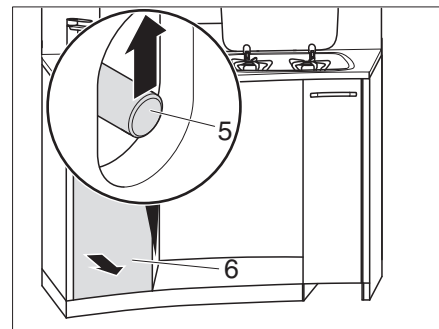

Fig. 129 Desbloquear el cajón superior de la cocina
- Introducir la mano a través de la abertura y empujar hacia arriba la barra de empuje (Fig. 129,5).